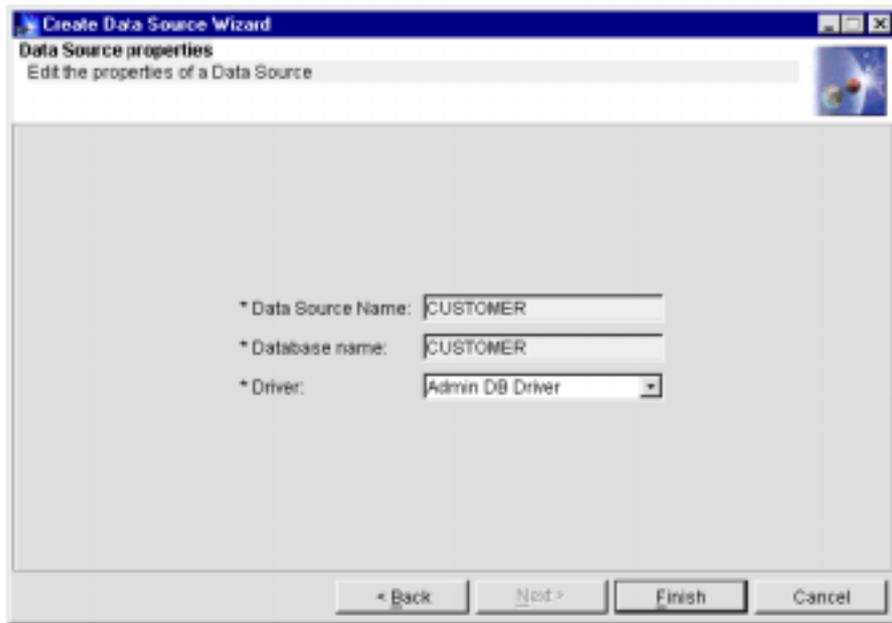

图 7-15 创建数据源向导
5. 在如图 7-15 所示的窗口中 ,选择适当的驱动器并指定所需的数据源名和数据库名。